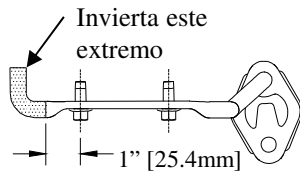

Figura 2
①	Cant. (2)	Perno de carruaje, 7/16-14 X 1.75 GR5	⑥	Cant. (3)	Arandela cónica, 1/2
②	Cant. (2)	Espaciador (pequeño)	⑦	Cant. (2)	Perno hexagonal, M8 X 1.25 X 55 CL9.8
③	Cant. (2)	Arandela cónica, 7/16	⑧	Cant. (1)	Perno de carruaje, 1/2-13 X 1.75 Gr5
④	Cant. (2)	Tuerca hexagonal , 7/16-14	⑨	Cant. (1)	Espaciador (grande)
⑤	Cant. (2)	Perno hexagonal, M12 X 1.75 X 45 CL10.9	⑩	Cant. (1)	Tuerca hexagonal, 1/2-13
- Baje el escape desconectando el silenciador de los ganchos de escape de hule, (3) lugares. Tenga cuidado de no dejar que los silenciadores caigan debajo de su propio peso. Nota: Rocíar un lubricante o agua jabonosa en el vástago del gancho de metal y el aislador de goma ayuda para el desmonte.
- Quite los ganchos de escape en ambos lados. Devuelva los tornillos al propietario. Modifique el soporte de salida del lado del conductor, Figura 2.